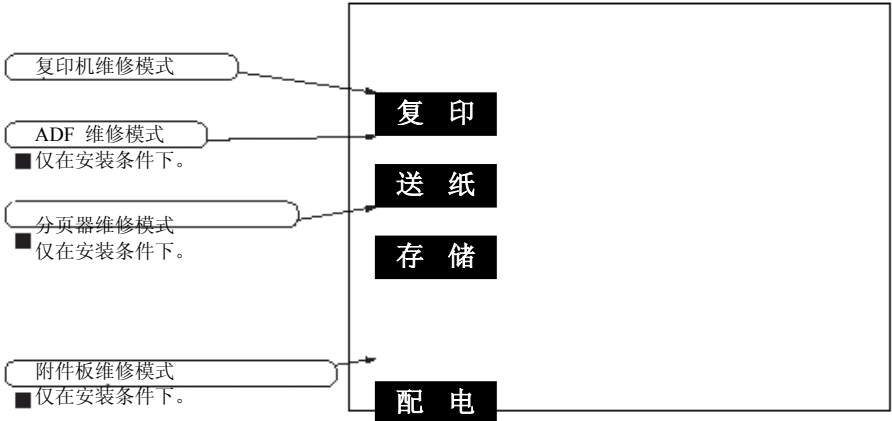

图 00-102-01
- 按一次“复位”键返回维修模式初始屏幕（图 00-102-01）。